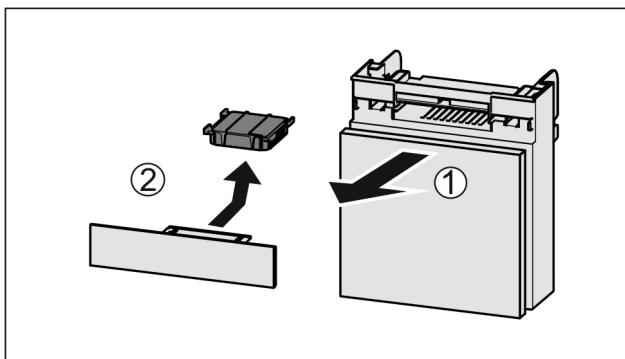

Fig. 185
► Вытянуть Fig. 185 (1) отделение движением вперед.
► Извлечение Fig. 185 (2) фильтра с активированным углем.